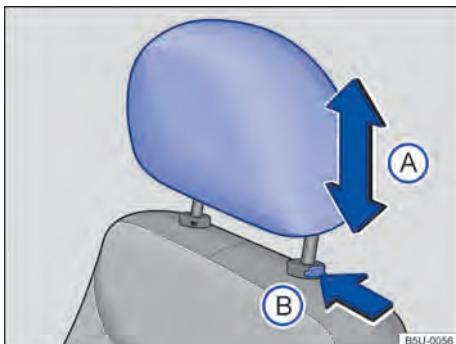

Fig. 58 Apoio para cabeça dianteiros: ajustar.
- Empurrar o apoio para cabeça para cima ou para baixo na direção da seta → Fig. 58 ⓘ → ▲ em *Introdução ao tema* na página 70.